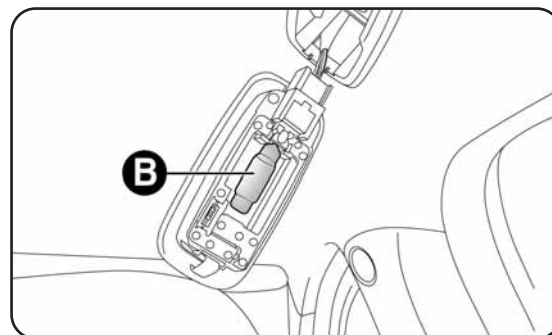

fig. 29
- remplacer la lampe B-fig. 29 en la dégageant des contacts latéraux et en s'assurant que la nouvelle lampe est correctement bloquée entre ces mêmes contacts.
- remplacer la lampe B-fig. 29 en la libérant des contacts latéraux et en s'assurant que la nouvelle lampe est correctement bloquée entre ces mêmes contacts.